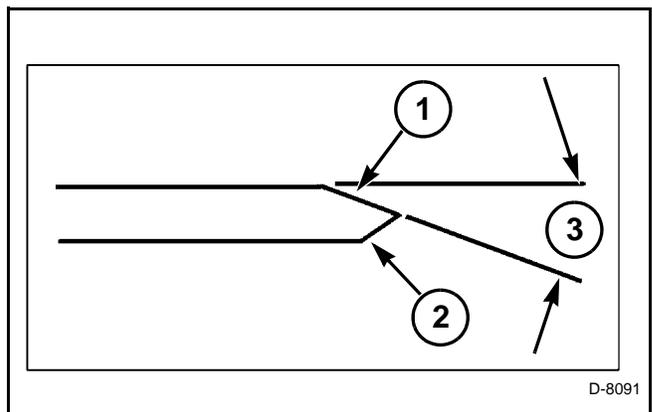

FIG. 110
FIG. 110: Cuando afile las cuchillas, esmerile sólo en el lado (1) opuesto al borde dentado (2) Mantenga siempre un ángulo de 20 a 25 grados (3) de la superficie. Esmerile lentamente todo el borde de la cuchilla.